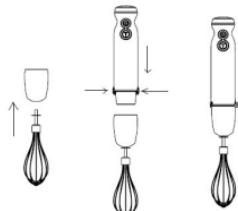

Рис. 2
**ВНИМАНИЕ!** Запрещается использовать насадку-венчик (7) для замешивания крутого теста.
- Насадка-венчик (7) используется только для взбивания яичного белка, приготовления лёгкого теста или для перемешивания готовых десертов.
- Перед установкой насадки-венчика (7) убедитесь в том, что вилка шнура питания не вставлена в электрическую розетку.
- Вставьте насадку-венчик (7) в редуктор венчика (6).
- Вставьте редуктор венчика (6) в моторный блок до срабатывания фиксаторов (2), убедитесь в надежной фиксации редуктора (6) и венчика (7) (рис. 2).
- Опустите насадку-венчик (7) в подходящую ёмкость, в которую Вы поместили продукты.
- Для включения нажмите и удерживайте кнопку (4) «».
- При нажатии и удержании кнопки (4) «» Вы можете регулировать скорость вращения насадки-венчика поворотом регулятора (5).
- Для работы в режиме максимальной скорости нажмите и удерживайте кнопку (3) «T».